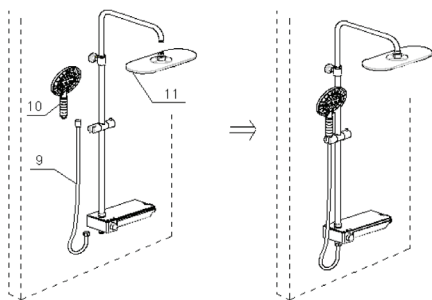

Рис.10
7. Вкрутите верхний душ (11) в душевую штангу, и вкрутите шланг из нержавеющей стали (9) в разъем выхода воды, который находится в нижней части корпуса смесителя; Прикрутите ручной душ (10) к шлангу (9), вложите ручной душ в слайдер – держатель для душа. (рис.10).